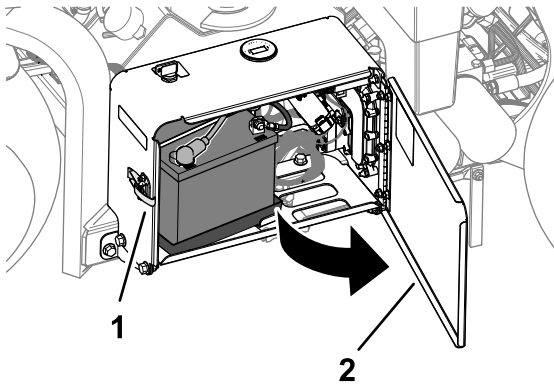

Bild 171
- Entriegeln und öffnen Sie die Klappe des Batteriefachs (Bild 171).